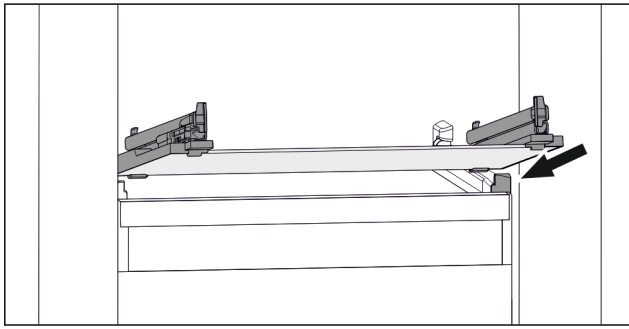

Fig. 48 Representación de la placa de vidrio a modo de ejemplo
- ▶ Coloque la placa de vidrio inclinada detrás de los topes. (consulte Fig. 48)